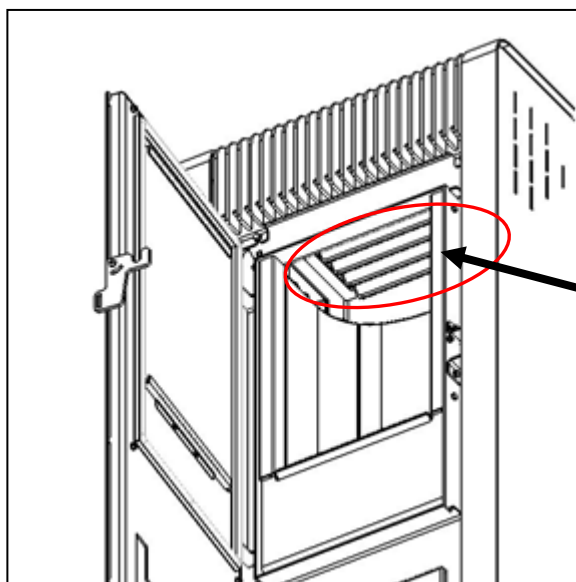
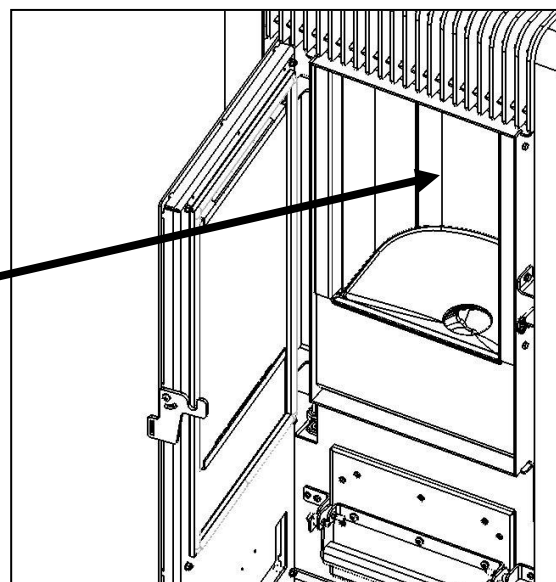

Fig. 10.2
Fig. 10.3
2. En la parte superior de la estufa se encuentra el intercambiador de calor, se trata de una pieza de fundido donde se puede acumular ceniza, para limpiarlo utilizar una brocha o cepillo de cerdas blandas eliminando el hollín y ceniza acumulada (ver **Fig. 10.2**). De la misma forma limpiar también las piezas de vermiculita que rodean toda la cámara de combustión (ver **Fig. 10.3**).